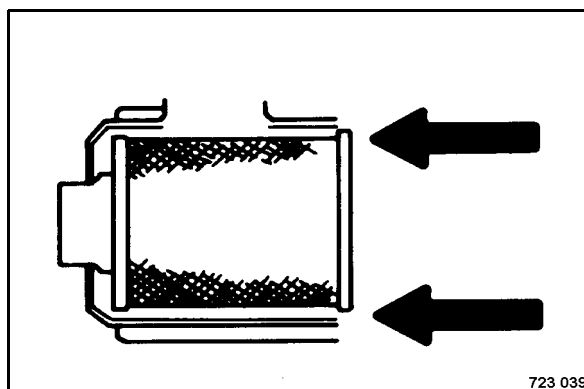

Fig. 191
- Introduire le filtre (Fig. 191) avec précaution dans le carter.